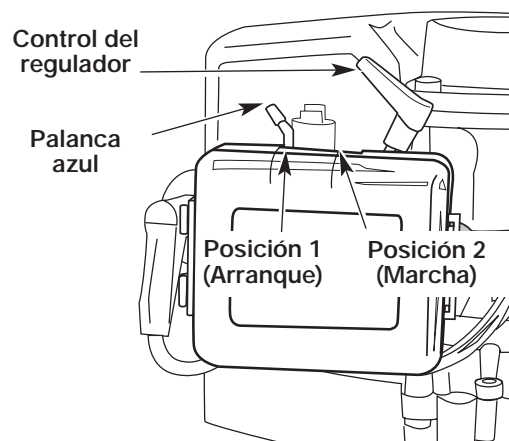

Fig. 3
3. Coloque la palanca azul en Posición 1 (Fig. 3).